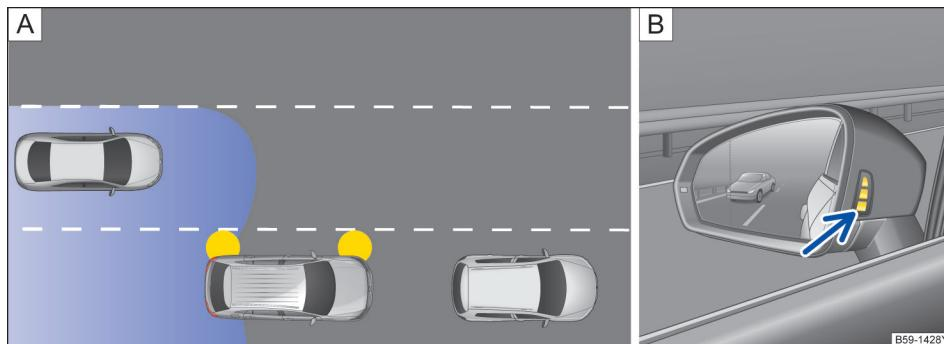
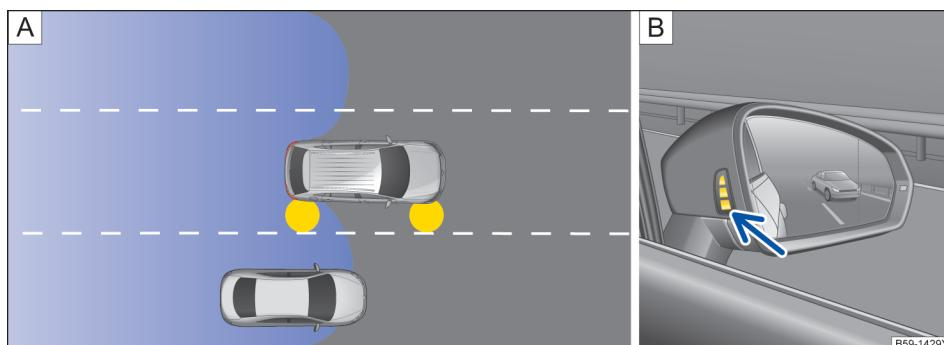

图 151 原理图: [A] 后方有车超车的行驶状况 [B] 左侧车外后视镜上的变道辅助传感器显示
图 152 原理图: [A] 超车和并道的行驶状况 [B] 右侧车外后视镜上的变道辅助传感器显示
→图 151 [B] (箭头) 或 →图 152 [B] (箭头)：
- 当另一辆汽车正在超越本车时 → 图 151 [A]。
- 在以约 10 km/h 的速度差超越另一辆汽车时 → 图 152 [A]。在明显快得多的超车过程中不会出现显示。